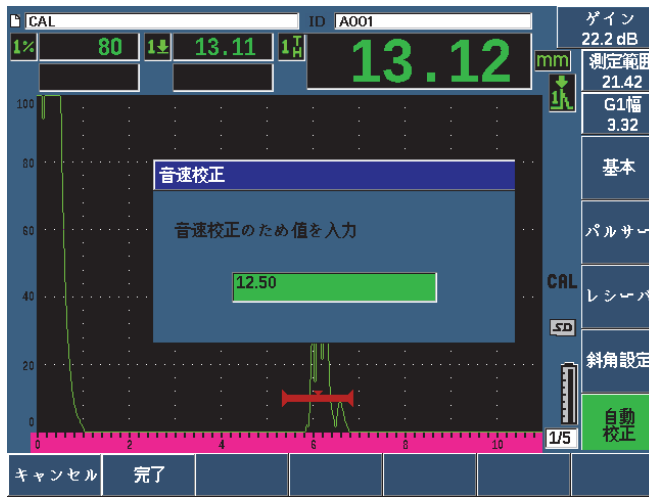

図 3-16 音速校正の値
13. ノブまたは矢印キーで、表示されている値を適切な厚さに調整します。この例の場合、探触子は、12.5 mm (0.5 インチ) のステップに接触しています (78 ページの図 3-16 参照)。